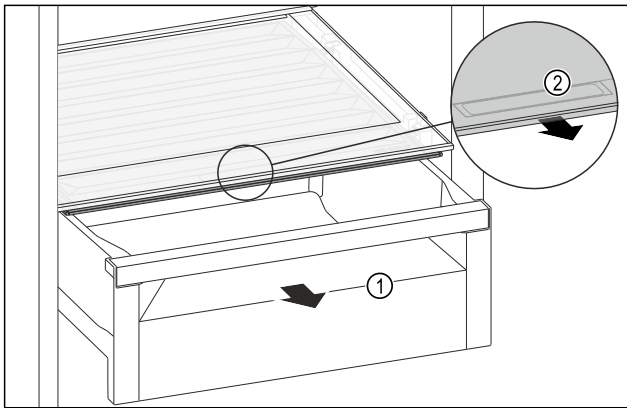

Fig. 200
- ▶ Извлеките выдвижной ящик Fig. 200 (1).
- ▶ Возьмитесь за утопленную ручку Fig. 200 (2) на крышке отделения и одновременно потяните крышку отделения вперед.